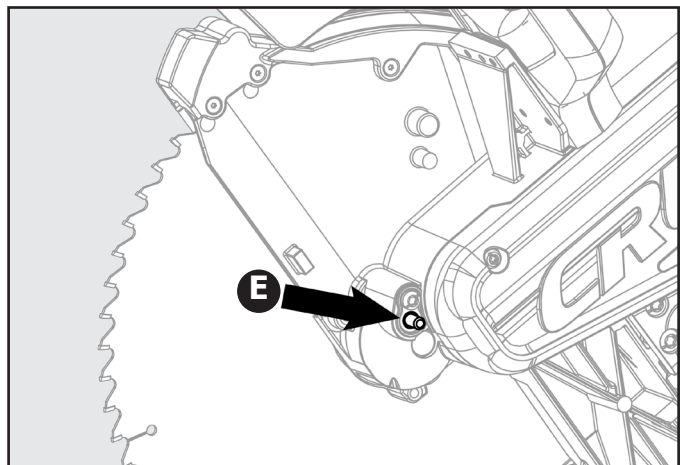

Figura 12
5. Con la llave para hojas suministrada, extraiga el perno de la hoja (D) girándolo hacia la derecha.
6. Extraiga solo la arandela de la hoja exterior (F) y la hoja (G), dejando la arandela de la hoja interior en el eje.
7. Presione el botón de bloqueo de eje (E). Consulte la Figura 12.
9. Alinee las partes planas (F) dobles de la arandela de la hoja (F) con las partes planas del eje y coloque la arandela en el eje.
10. Bloquee el eje soltando el botón de bloqueo del eje. Atornille el perno de la hoja (D), recordando apretarlo hacia la izquierda. Apriete el perno de la hoja de forma segura con la llave para hojas suministrada.